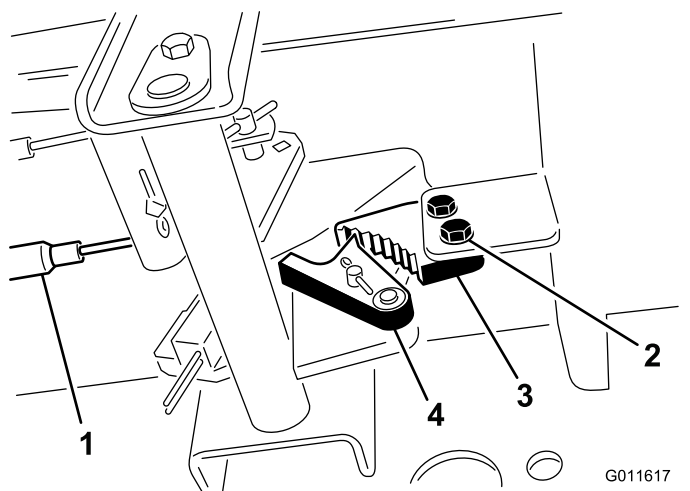

Рисунок 98
1. Ослабьте два винта крепления защелки стояночного тормоза к раме (Рисунок 98).
2. Нажимайте педаль тормоза вперед до тех пор, пока фиксатор тормоза не войдет полностью в зацепление с защелкой тормоза (Рисунок 98).